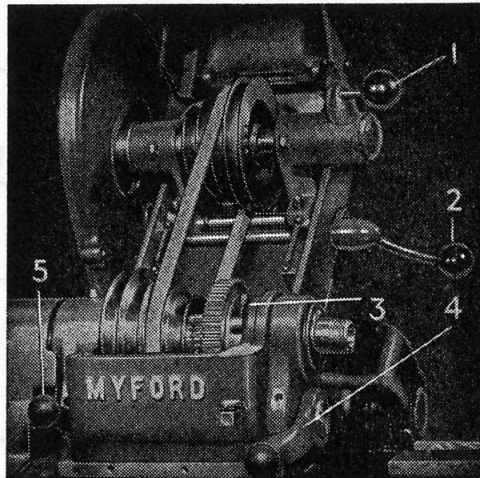

Fig.32 Emplacement des commandes de la poupée
L'accès de la courroie de la poupée, pour le changement de vitesses, est obtenu en soulevant le protecteur avant (voir Fig.32) et la tension de la courroie est diminuée en manoeuvrant le levier (2) prévu à cet effet.